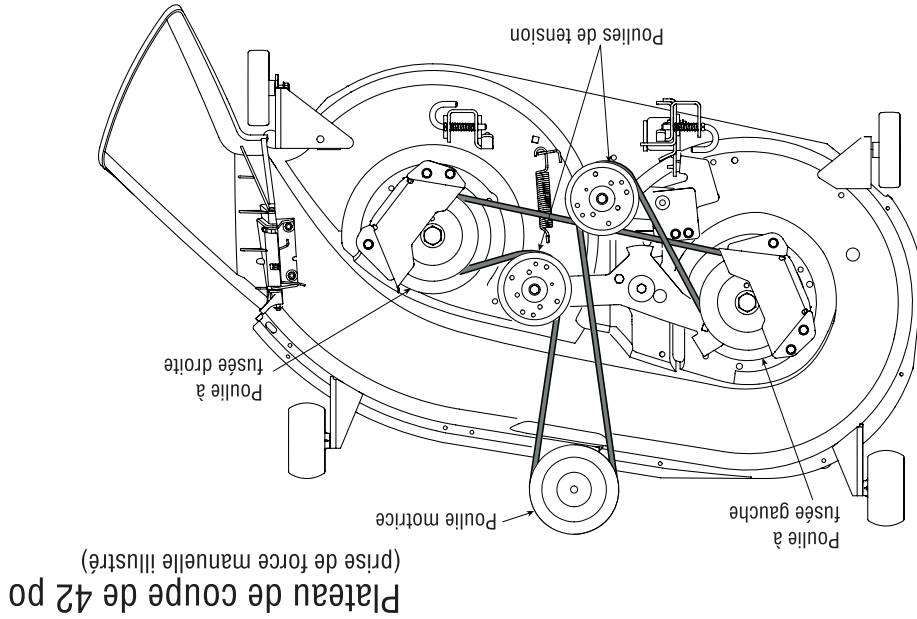

Figure 23
2. Retirez les couvre-courroies en enlevant les vis auto-tarandouses qui les maintiennent sur le plateau de coupe. Voir la Figure 23.